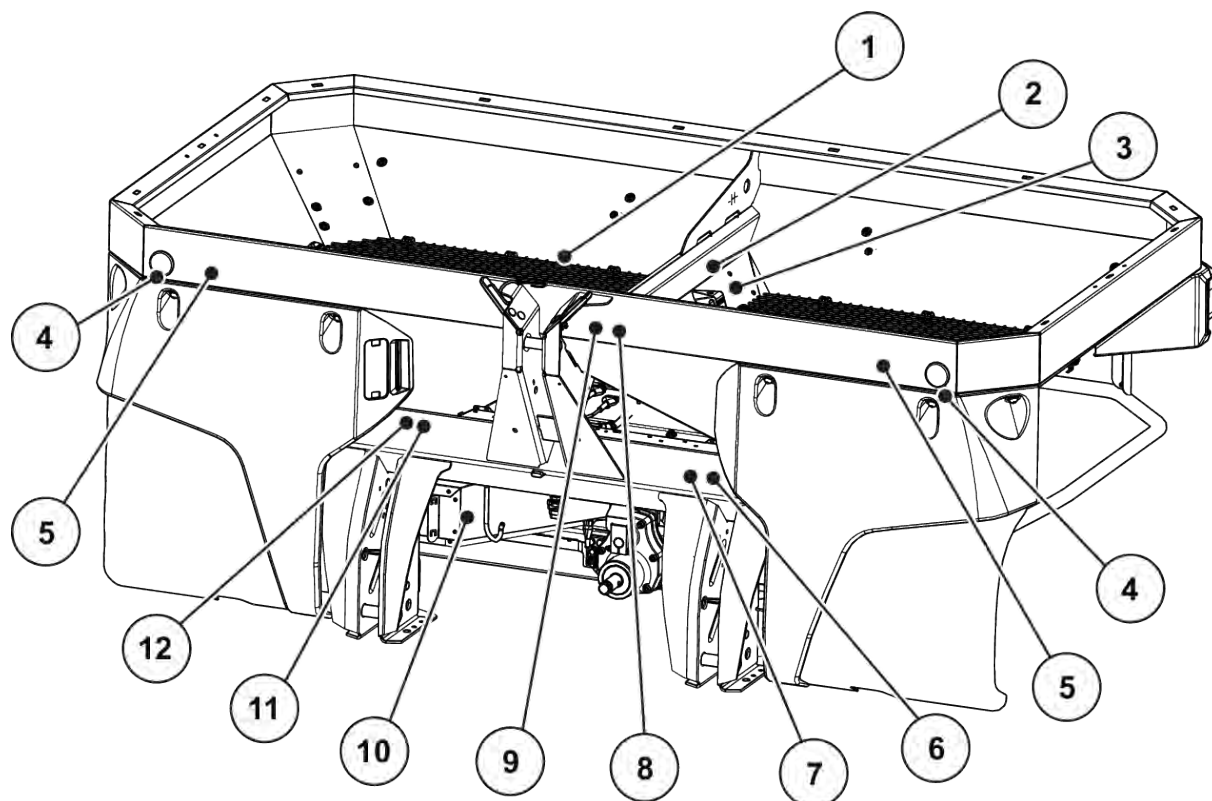

Fig. 2: Skyddsanordningar, dekaler med varningar och instruktioner, framsida
Maskinen är från fabrik utrustad med ett belysningsystem och identifiering fram, bak och på sidan (montering på maskinen, se Fig. 2 Skyddsanordningar, dekaler med varningar och instruktioner, framsida).
- skyddsanordningar – se *Fig. 2 Skyddsanordningar, dekaler med varningar och instruktioner, framsida*